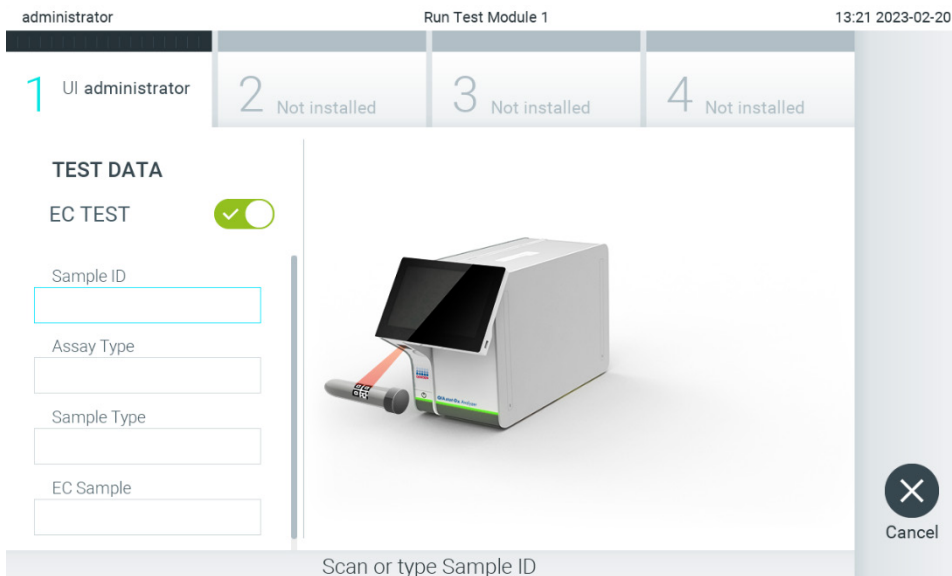

Abbildung 92. Einschalten der Umschalttaste „EC Test“ (EC-Test) zur Aktivierung eines EC-Tests.
2. Schalten Sie die Umschalttaste EC Test (EC-Test) ein (Abbildung 92).